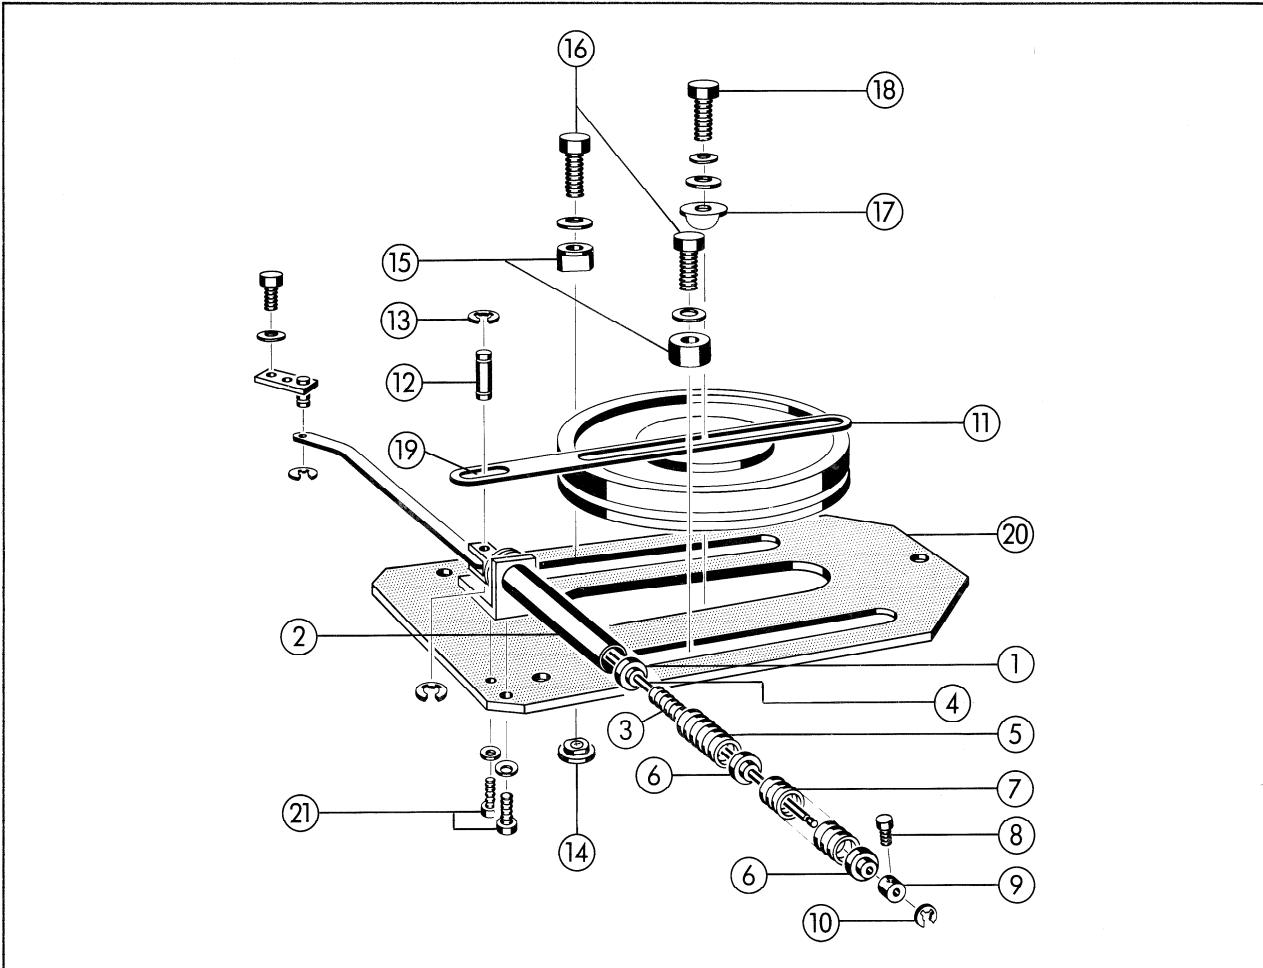
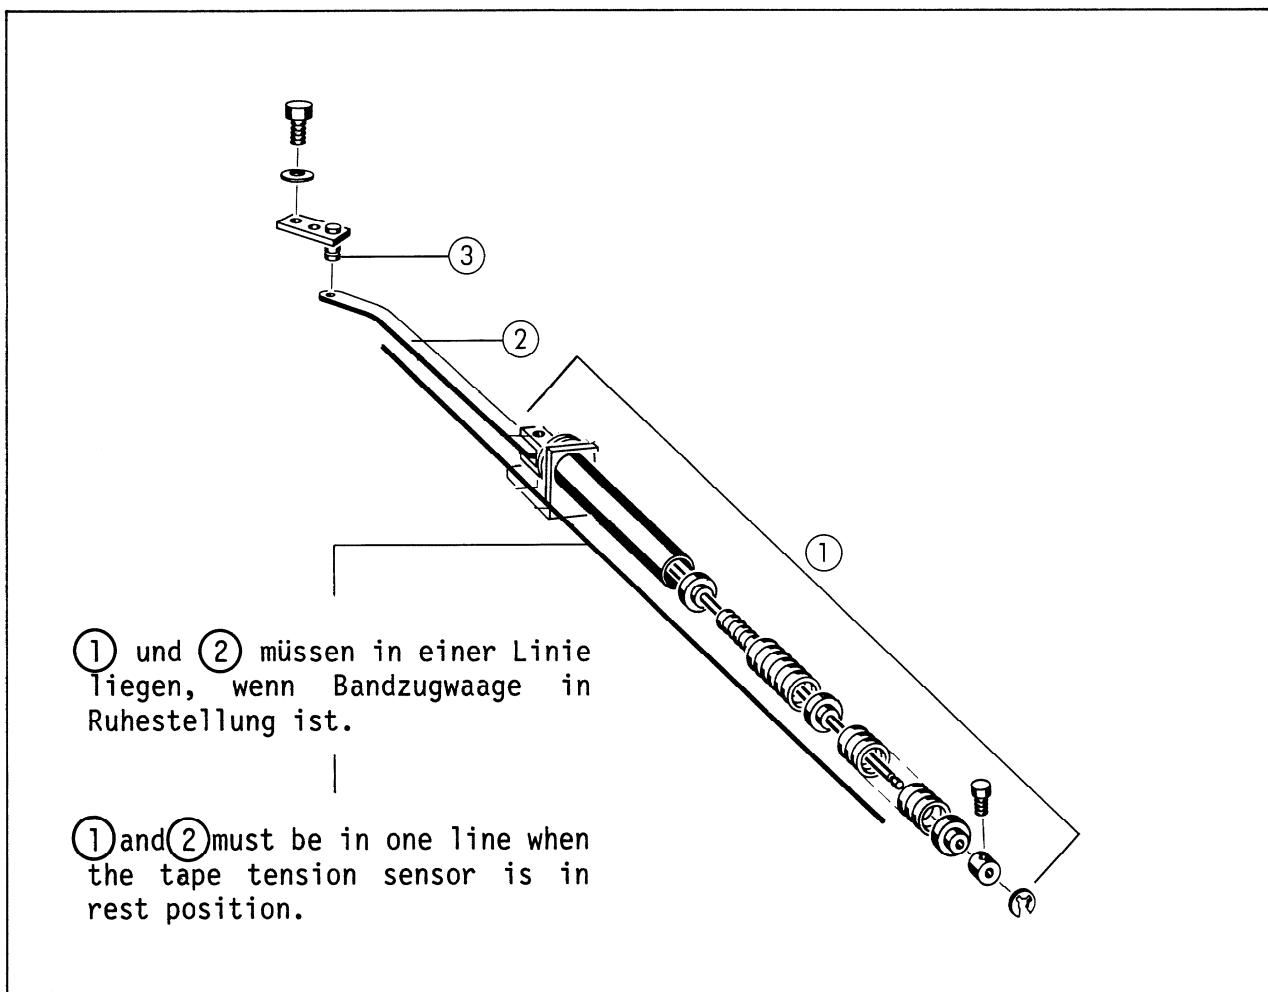
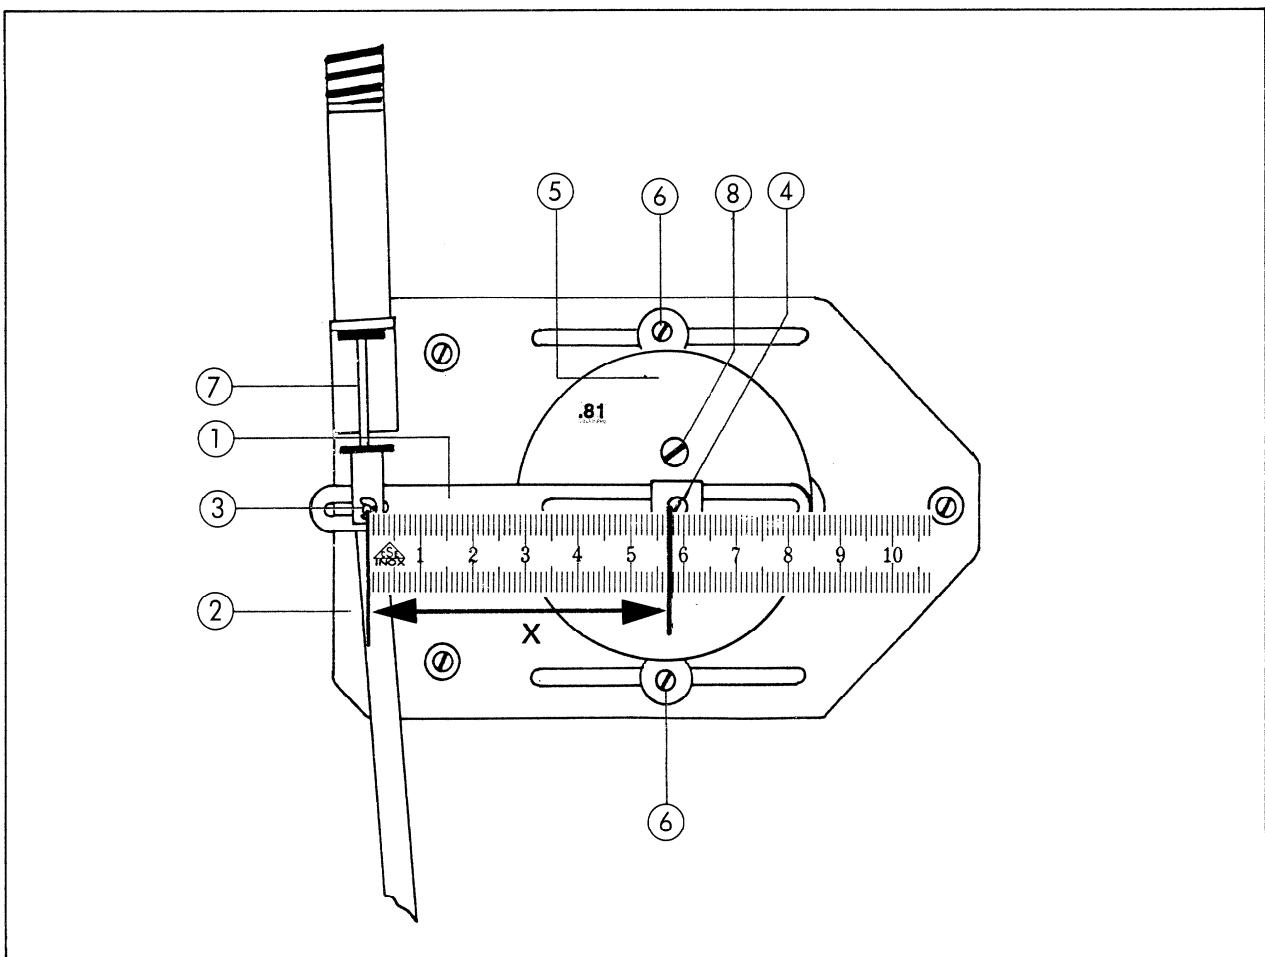

Fig. 3
Fig. 4
Fig. 5
- 4. Kontrollieren, dass die Führungshülse **1** fest im Führungsrühr **2** sitzt, ansonsten einleimen. (Fig. 3).
- 4. Check and make sure that the guiding sleeve **1** is firmly seated in the guiding tube **2** if not, cement it in place (fig. 3).
8. Die Schraube ⑧ (M3X5) leicht in den Stellring ⑨ (beide liegen dem Umrüstsatz bei) einschrauben und soweit auf das Gestänge ④ schieben, dass hinten die Kerbe frei ist, dann festziehen.
3. Den neuen Hebel (11) wieder über die Achse (12) schieben und Achse mit Seegerring (13) gemäss Fig. 3 wieder befestigen.
4. Die spez. Muttern (14) von unten in die Langlöcher stecken und die Klemmteile (15) mittels den Schrauben (16) und samt den Sperrscheiben leicht anziehen.
6. Den Hebel (11) mit der Dämpfungsdoose koppeln und den Klemmbügel (17) auf den Hebel aufstecken. Schraube (18) mit Unterlagsscheibe und Sperring leicht anziehen.
7. Hebel (11) so verschieben, dass die Kopplungssachse (12) in die Mitte des Langloches (19) zu liegen kommt. Schraube (18) festziehen.
3. Put the new lever (11) over the pin (12) push it back and lock it with the circlip (13) according Fig. 3.
4. Guide the special nuts (14) from the underside into the elongated holes and tighten the clamping parts (15) slightly with screws (16) and lockwashers.
5. Put the dashpot into the center elongated hole. Hook the clamping parts into the groove of the dashpot, and tighten the screws (16).
6. Couple the lever (11) to the dashpot. Slip the clamping bow (17) on to the lever and tighten washer and lock slightly with screw (18).
7. Slide the lever (11) into such a position that the coupling pin (12) is situated in the center of the elongated hole (19). Fasten screw (18).
1. Darauf achten, dass bei Ruhestellung der Bandzugwaagen (Bandzugwaage nicht ausgelenkt), das Federelement (1) in einer Flucht (Linie) zum Kupplungsgestänge (2) liegt. (Siehe Fig. 4). Falls dies nicht zutrifft, muss die komplette Dämpfungselementgrundplatte (20) nochmals gelöst werden (3 Inbusschrauben 3 mm) damit die Schrauben (21) zugänglich werden, um das Federelement leicht neigen zu können. (Siehe Fig. 3).
1. Make sure the spring element (1) is in line with the coupling rod (2), when the tape tension sensor is in restposition (tape tension sensor not deflected). (See fig. 4). Is this not the case, remove the complete dashpot mounting plate (20) (Allen/key screws 3 mm). See fig. 3. Loosen the screws (21) and swing the spring assembly sideways until the spring ass. (1) is in line with the coupling rod (2) according to drawing 4. (The ends of the spring assembly (1) are pointing slightly to the outside of the tape transport when properly aligned).
- (2) Ev. Stellring ⑨ (siehe Fig. 3) vom Anschlag der Wellensicherung ⑩ leicht distanzieren (max. 4 mm), um einen sauberen Rücklauf der Bandzugwaagensensoren aus jeder Auslenkungsposition gewährleisten zu können.
- (3) Auf minimale Dämpfung und minimalstes Zurückfedern abgleichen. (Der Rücklauf aus der Vollauslenkung der Bandzugwaagensensoren ist bei richtiger Position zügig und kann zu hörbarem Anschlagen führen).
- (2) Make sure that the tape tension sensors return fully from any deflection position. If this is not the case, move the adjusting ring ⑨ (see fig. 3) slightly from the circlip ⑩ (max. 4 mm).
- (3) Adjust for minimum damping and for minimum rebounding. (The tape tension sensor's return from the fully deflected position is rather fast and may cause audible stop noise).
1. Ist das Gestänge ⑦ Fig. 5 sauber und fettfrei? Dasselbe gilt für die Kopplungsachse ③ Fig. 5 sowie die Welle ③ Fig. 4.
2. Kann sich die Kopplungsachse ③ Fig. 5 frei im Langloch bewegen, ohne zu streifen.
3. Bilden das Kopplungsgestänge ② und das Federelement ① Fig. 4 eine Gerade, wenn sich die Bandwaagensensoren in Ruhestellung (nicht ausgelenkt) befinden?
1. Make sure the shaft ⑦ (fig. 5) is clean and free from grease. Check for the same clean condition on the coupling pin ③ (fig. 5) and on the bolt ③ (fig. 4).
2. Check that the coupling pin ③ (fig. 5) is able to move freely in the slot without scratching or hinderance.
3. Check that coupling rod ② and spring assembly ① (fig. 4) are forming a straight line when the tape tension sensors are in their rest position (not deflected).